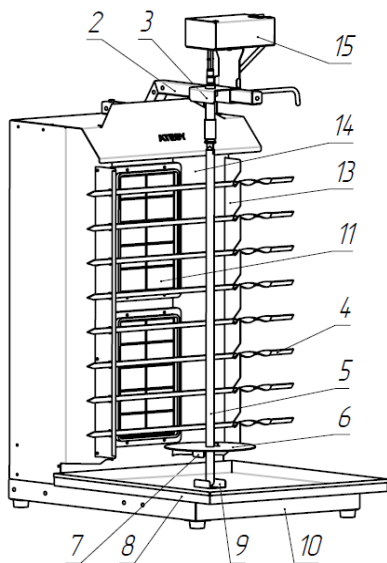

Рис.2
4.13. В установке «Шаурма-2М(3М) газ с электроприводом» (рис.2) перед включением электропривода (15) в сеть убедитесь в целосности электрошнура, вилки, наличии и исправности заземления сетевой розетки.